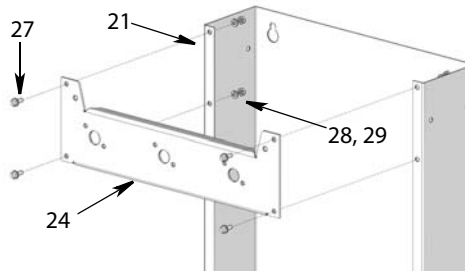

**Рис. 5**
1. Закрепите кожух раздаточного устройства (21) на дренажном поддоне (22), используя винты (27), стопорные шайбы (28) и гайки (29), по существующим отверстиям. Надежно затяните гайки. (См. Рис. 5)